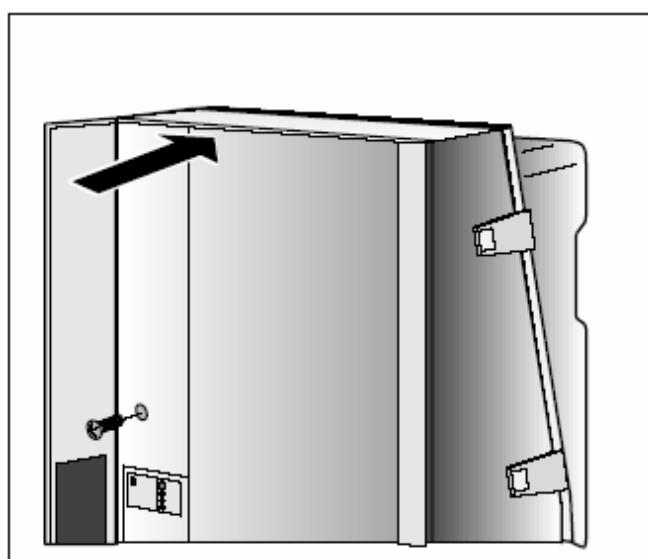

Рис. 32 Установка обшивки
- Вставить обшивку и закрыть защелки (рис. 32).